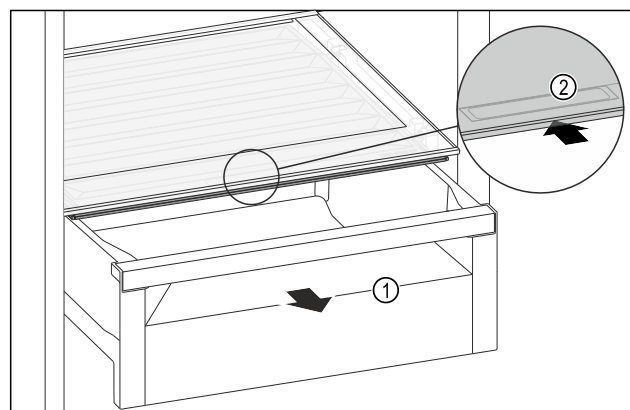

Fig. 138
- Schubfach Fig. 138 (1) herausziehen.
- Griffmulde Fig. 138 (2) am Fachdeckel anfassen und Fachdeckel gleichzeitig nach hinten schieben.